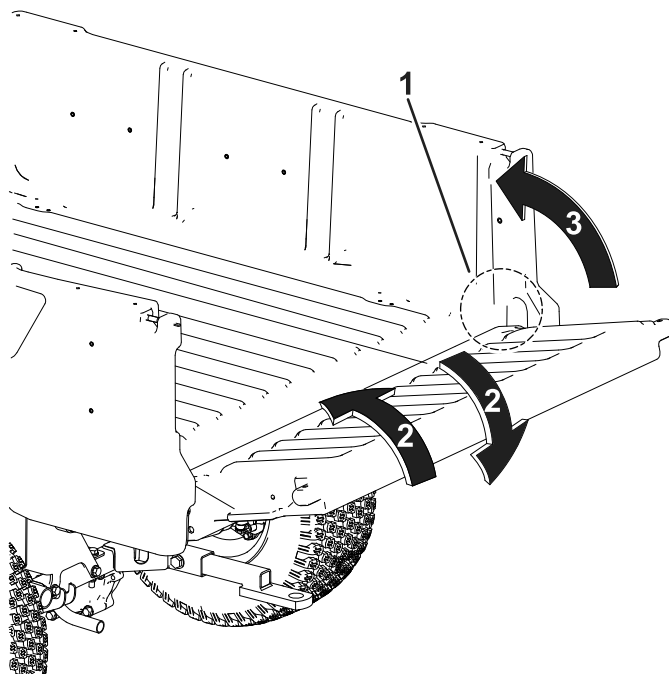

Figure 20
2. Inclinez le hayon à environ 45° (Figure 20).
3. Agitez légèrement le hayon pour le faire pivoter d'avant en arrière plusieurs fois (Figure 20).